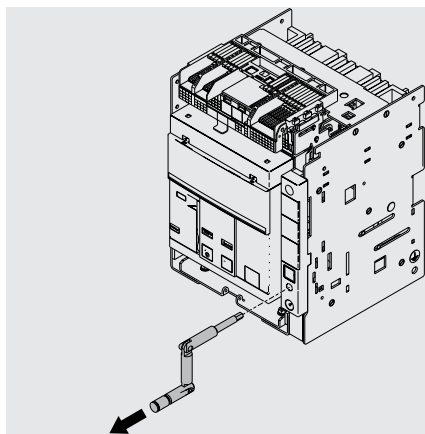

Figure 61
8. Extraire la manivelle. Voir Figure 61.